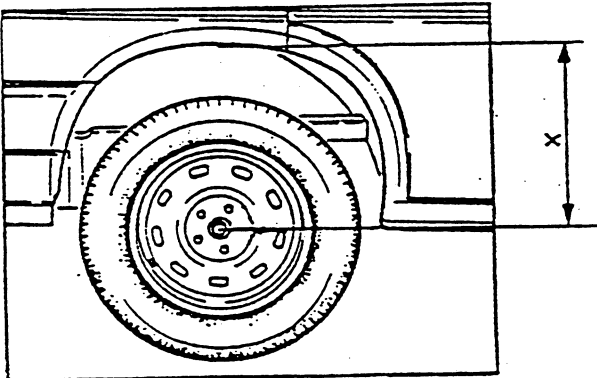

Bild 2
- Serienhöhe von Achsmitte bis Kotflügelunterkante (Maß x) messen, siehe Bild 2.
- Series height of axle centre to fender edge measure, see figure 2.